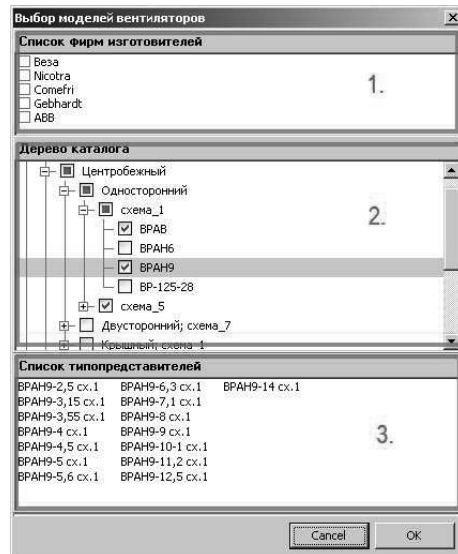

Рис. 3
Номенклатурная панель диалогового окна имеет два режима работы: выбор одного или нескольких типов вентиляторов и выбор одного типопредставителя. В режиме множественного выбора (Рис.3) все уровни дерева типов вентиляторов (2) содержат элементы группового и индивидуального выбора, что позволяет легко выбрать или исключить из выбора номенклатурные ветви или конкретные типы вентиляторов. В этом режиме список типопредставителей (3) несет лишь справочную функцию и во вводе данных не участвует.
На первом этапе ввода данных необходимо указать вид решаемой задачи, типы вентиляторов для прямой задачи или типопредставителя для обратной, параметры, определяющие плотность перемещаемой среды (высота расположения и температура), наличие сети на выходе, требуемые параметры в рабочей точке (сопротивление сети и расход воздуха), для вентиляторов с непосредственным приводом от двигателя можно выбрать частотное регулирование двигателя, в отсутствие регулирования нужно указать допустимую положительную погрешность подбора. Для ввода типов вентиляторов вызывается **дополнительное диалоговое окно с номенклатурной панелью** (Рис.3,4). При вводе